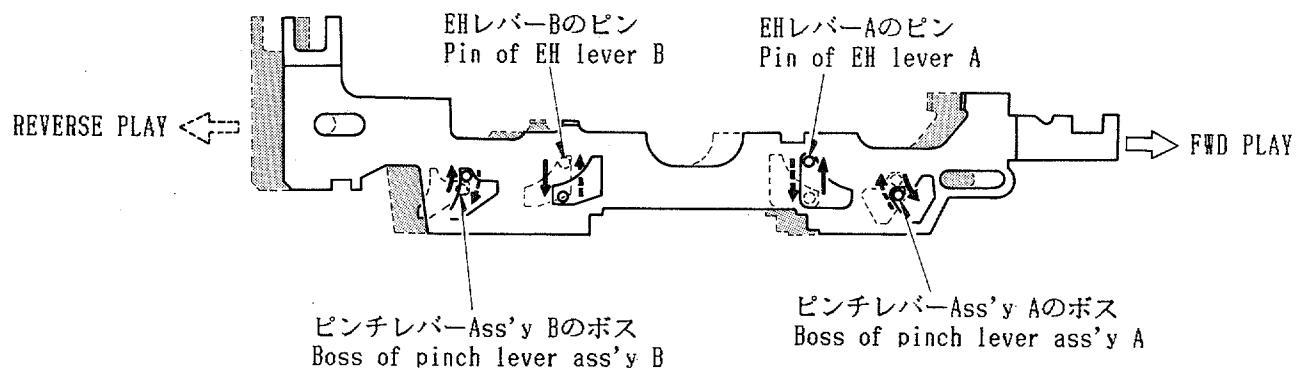

Fig. 6-1
7) ハンテンレバーC Ass'yがREVERSE側に切換わると、ピンチレバー Ass'y Aは戻され、ピンチレバー Ass'y Bが REVERSE PLAY状態となります。(Fig. 6-1 参照)
(See Fig. 6-1)